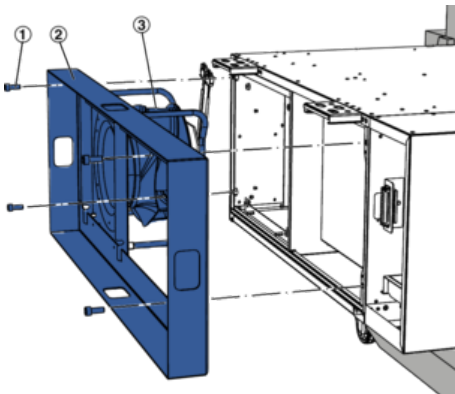

Abb. 35: Transporthilfen mit Ventilator
3. ▶ An beiden Stirnseiten von Bauteil 1 die Transporthilfen (Abb. 35/2) demontieren. Dazu die Schrauben (Abb. 35/1) lösen und die Transporthilfen entnehmen. An der Trennstelle wird dabei auch der Ventilator (Abb. 35/3) mit aus dem Gerät gezogen. Den Ventilator und Schrauben für die spätere Montage lagern. Die Schraubender Transporthilfe wieder im Gerät einschrauben.